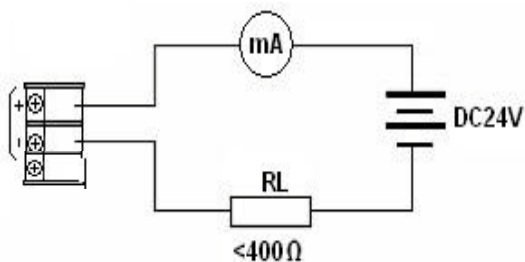

图 5.7.1 一体两线制超声波液位计接线
5.7.1 一体两线制超声波液位计接线如图 5.7.1 所示：